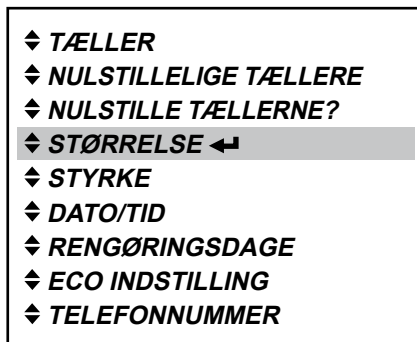

Fig. 35
1. Tryk på enter-knappen  for at gå ind i «STØRRELSE»-menuen (fig. 35).